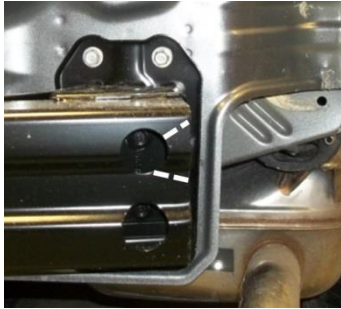

Figure 2
3. **Ouvrir le coffre** : Ouvrir le coffre pour enlever la vis hexagonale (2) qui fixe le carénage de pare-chocs sur le dessous du hayon. Répéter de chaque côté.
5. **Découpe du pare-chocs** : À l'aide d'une meule à rectifier, enlever la matière illustrée à la Figure 2. Des deux côtés.
6. Découpe du pare-chocs : À l'aide d'une meule à rectifier, enlever la matière illustrée à la Figure 2. Des deux côtés.